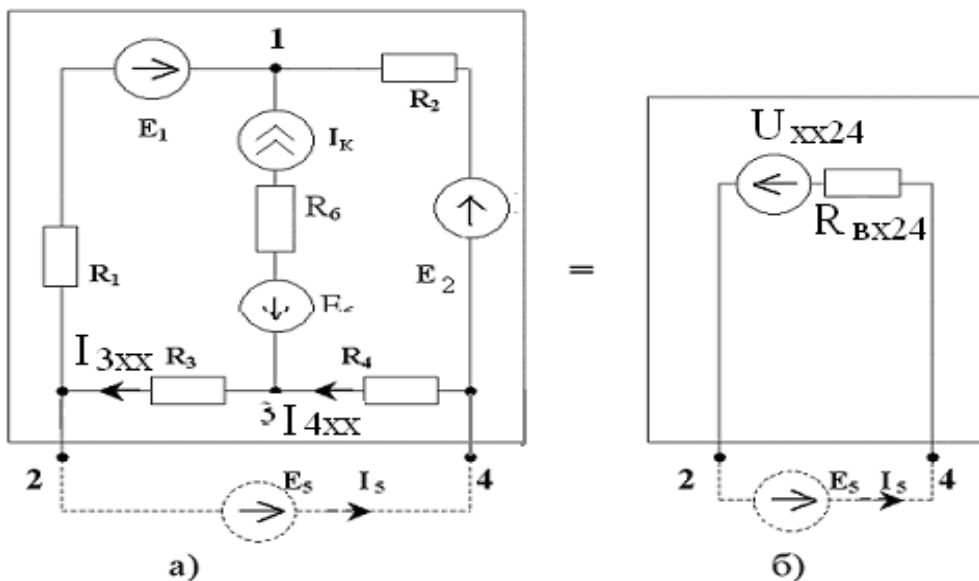

Рис. 3
6. Найдем ток I_5 методом эквивалентного генератора. Рассмотрим 5^{ую} ветвь как нагрузку активного 2^х-полюсника (рис. 3а)
Входное сопротивление активного 2^x -полюсника рис. 3а находим по схеме рис 3 в:
Рис. 3 в